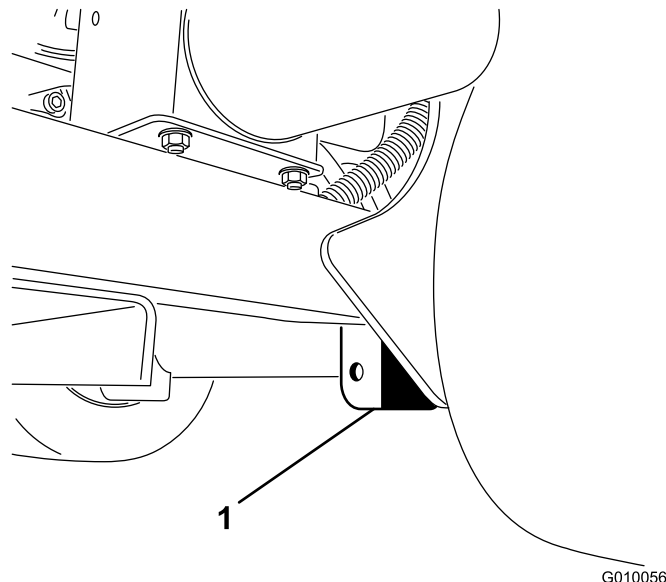

図 42
2. 後ホイールのすぐ内側にあるフレーム・プレートの下にジャッキを確実に置く（図 42）。